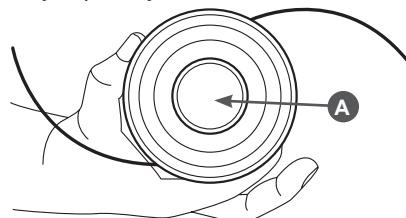
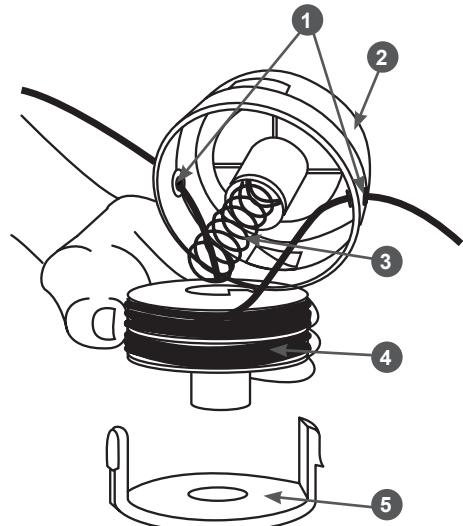

Рис. 9 Снятие крышки триммерной головки
Рис. 10 Снятие катушки
Для выпуска корда из триммерной головки, нажмите без усилия на кнопку А (Рис. 9) триммерной головки в процессе работы. Под действием центробежных сил корд удлинится, лишние части будут обрезаны ножом, расположенным на защитном кожухе. Удлинить корд можно также вручную, при выключенном устройстве, нажав на кнопку А (Рис. 9) триммерной головки большим пальцем правой или левой руки, а пальцами обеих рук одновременно потянув концы корда в разные стороны.
2. Нажмите два фиксатора на крышке триммерной головки (Рис. 9) и снимите крышку 6 (Рис. 10).
3. Выньте катушку 4 из корпуса 2 и удалите остатки старого корда (Рис. 10).
Не потеряйте пружину 3 (Рис. 10) при снятии катушки.
4. Отрежьте новый корд длиной около 3м. Сложите корд пополам и вставьте его петлей 2 в паз 3 направляющей 1 катушки (Рис. 10). Намотайте концы корда плотно с натягом в канавки катушки. Направление намотки корда обозначено на катушке стрелкой.
7. Пропустите концы корда через отверстия 1 (Рис. 10) в корпусе триммерной головки.
8. Поместите катушку 4 на пружину 3 и опустите катушку в корпус 2 триммерной головки (Рис. 10).
10. Нажмите на кнопку корпуса триммерной головки А (Рис. 9), потяните за концы корда с небольшим усилием так, чтобы концы корда доставали защитный кожух.